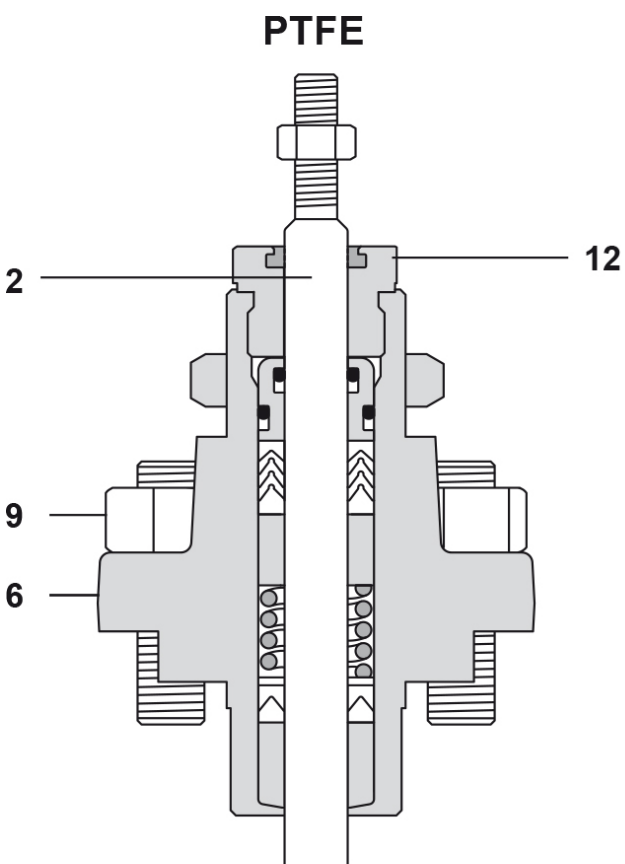

Fig. 17
- Enlever l'écrou de blocage (34), l'écrou de presse-étoupe (12), les joints toriques (7a et 7b) et le racloir (13) de l'écrou de presse-étoupe, en s'assurant que les rainures sont propres et non endommagées. Remplacer toutes ces pièces par des neuves. Il est recommandé de graisser les joints toriques avec de la graisse silicone.
- Nettoyer la cavité et monter de nouveaux composants dans l'ordre indiqué sur la Fig. 17.